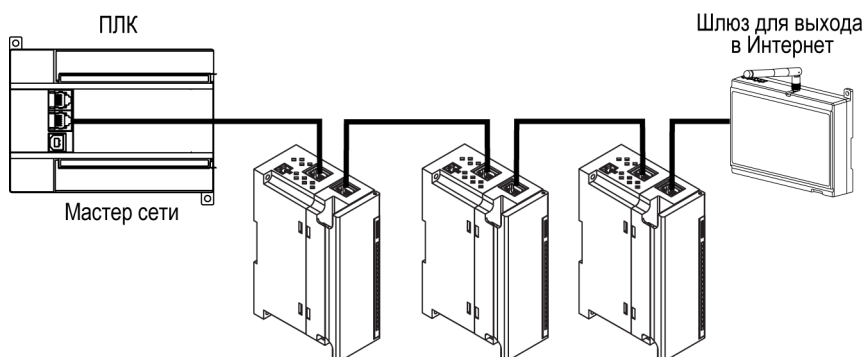

Рисунок 5.7 – Подключение по схеме «Цепочка»
- «Цепочка»/«Daisy-chain» (рисунок 5.7).